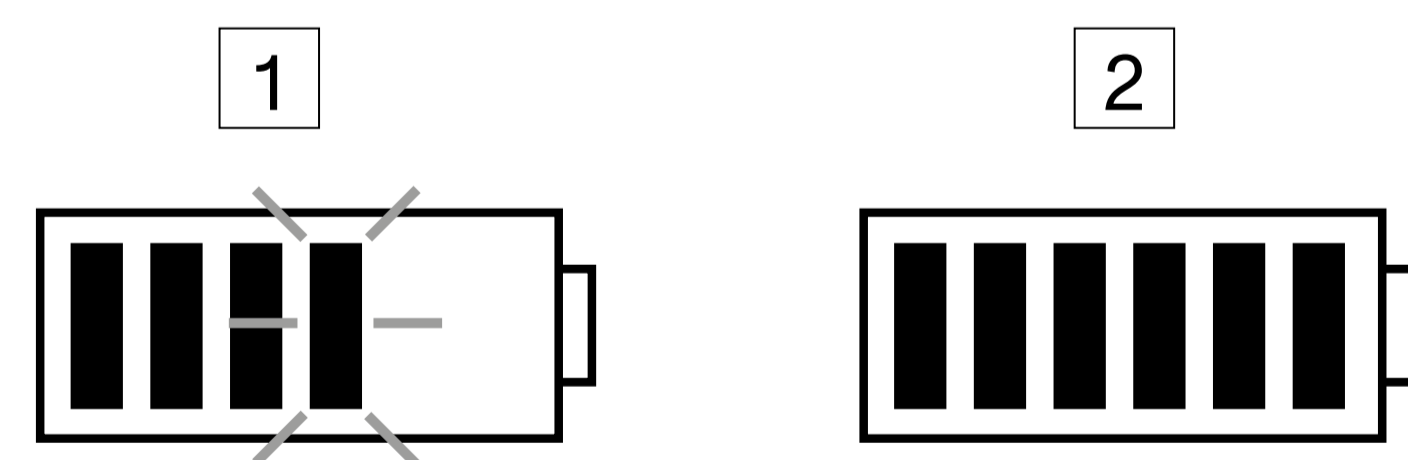

Figura 3:
Quando è spento, per indicare che il Gas-Pro si sta caricando, entrambi i LED all'interno delle barre di allarme lampeggiano con luce rossa e diventano verdi quando la carica è completa. Questo stato verrà mantenuto sino a quando la carica di mantenimento sarà completa. Finirà di caricare senza mostrare alcuna indicazione. Sul monitor apparirà anche l'icona della batteria in fase di riempimento, nel mezzo dello schermo quando il Gas-Pro è spento e nell'angolo basso a sinistra quando è acceso. Questa icona contiene un massimo di sei segmenti che indicano lo stato di carica della batteria. Ad esempio, con tre segmenti visibili e un quarto segmento lampeggiante, la batteria è carica al 50% ①, e quando sono visibili tutti e sei, la batteria è completamente carica ② (vedere la Figura 3 sottostante).